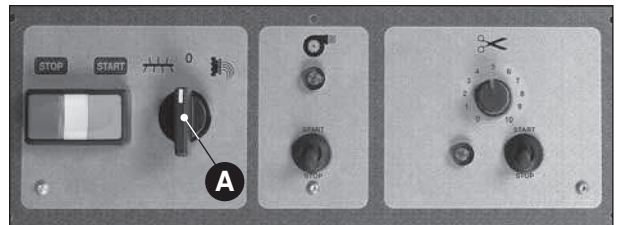

Abb. 2
- Wählschalter auf "0" positionieren (**Abb. 2 A**), die korrekte Montage der Förderschnecke überprüfen und dabei beachten, ob der zylindrische Teil auf der Zugwelle aufliegt.
In diesem Fall, bevor der Schalter (**Abb. 2 A**) **VON KNETEN AUF ZIEHEN** gestellt wird, ein wenig Mehl hinzufügen und noch ein bißchen durchkneten lassen.